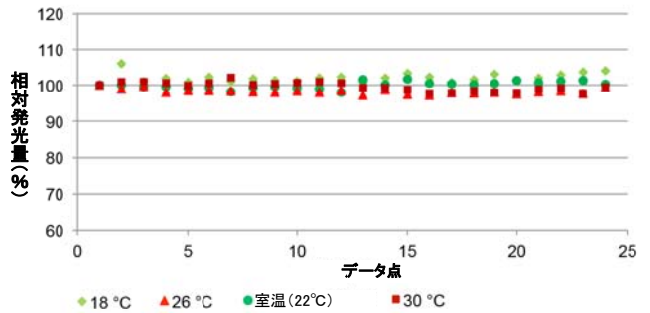
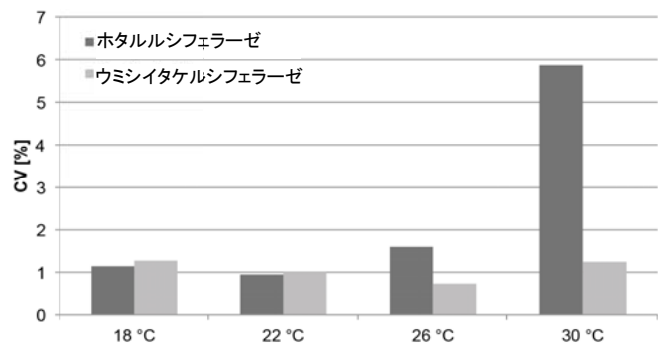

図 5: ホタルルシフェラーゼおよびウミシイタケルシフェラーゼを用いたアッセイの発光シグナルの連続測定。温度上昇に伴い、ホタルルシフェラーゼの活性は低下するが (A)、ウミシイタケルシフェラーゼのシグナルは一定である (B)。
図 6: ホタルルシフェラーゼは 30°C における変動係数の値が高いことから、温度の影響を受けて活性が低下することが分かる。
アッセイ温度が必ずしも酵素活性に影響を及ぼすとは限らない。温度が異なると転化率も異なる酵素もあれば、安定性が低下する酵素もある。この点を実証するために、リーダーの温度を変えてウェル毎にホタルルシフェラーゼおよびウミシイタケルシフェラーゼを連続的に検出、測定した。比較的長い積分時間を要するアッセイプロトコルであったため、1 ウェルの測定に約 30 秒を要し、96 ウェルプレート全体の測定に約 45 分かかった。図 5 から、ホタルルシフェラーゼの発光シグナルは時間とともに減少することが分かる。これは高温 (特に 30°C) ではタンパク質が不安定になるためである (A)。一方、ウミシイタケルシフェラーゼは、Spark リーダー内部の温度変化による影響を受けなかった (B)。複数のプレートウェルにおける変動係数を比較すると、温度が酵素活性に影響を及ぼしていることがよくわかる (図 6)。